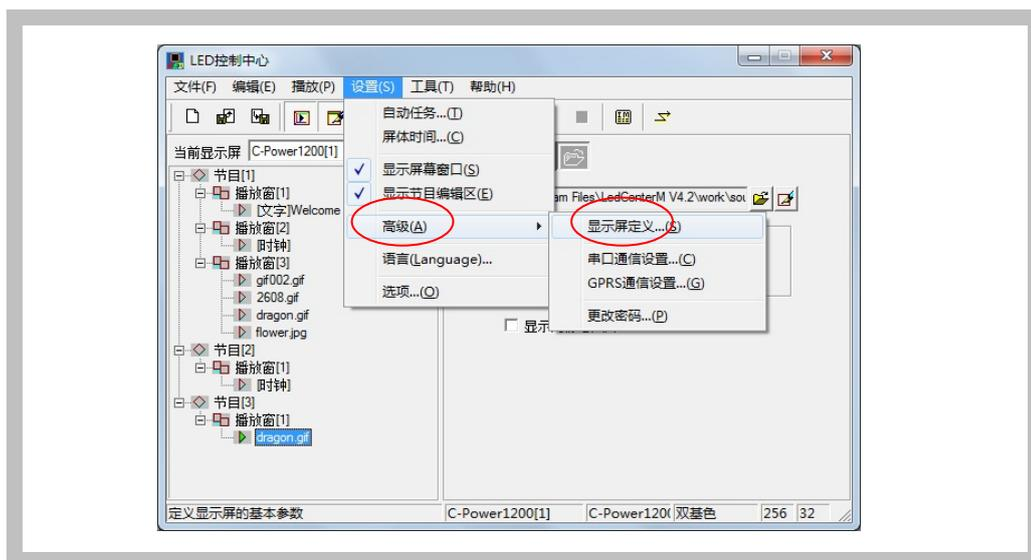

图6 进入“显示屏定义”
- 1) 点击“设置”——“高级”——“显示屏定义”, 如图6所示。